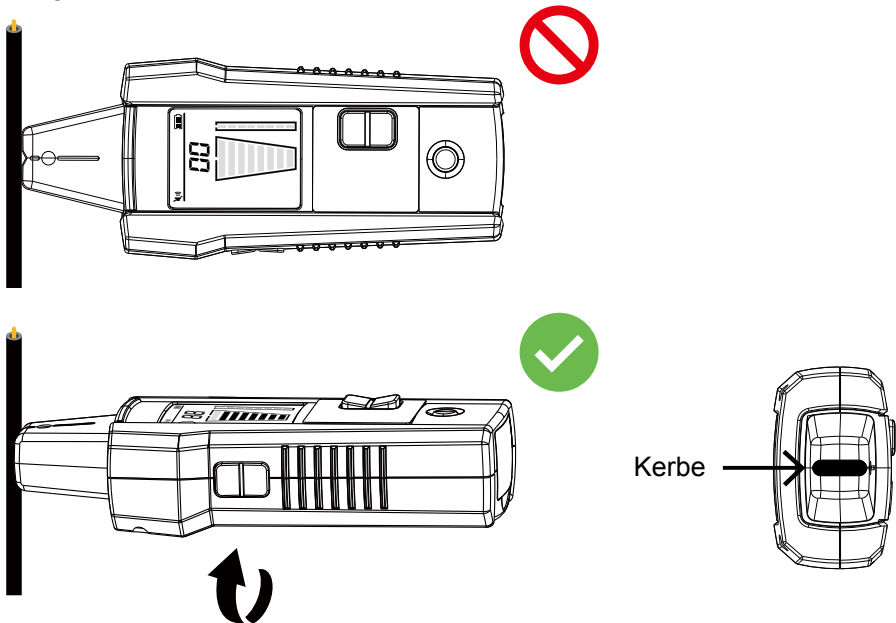

Figura 3.1e: Alineación de la ranura del sensor de punta
3. Para obtener los mejores resultados al rastrear cables energizados, alinee la marca de la punta del sensor de punta con la dirección del cable, tal como se muestra en figura 3.1e. Si no se alinea correctamente, es posible que la señal no se detecte. Para comprobar la dirección del cable, gire periódicamente el receptor 90 grados. La intensidad de señal será más alta cuando esté alineado con la marca del sensor de punta.